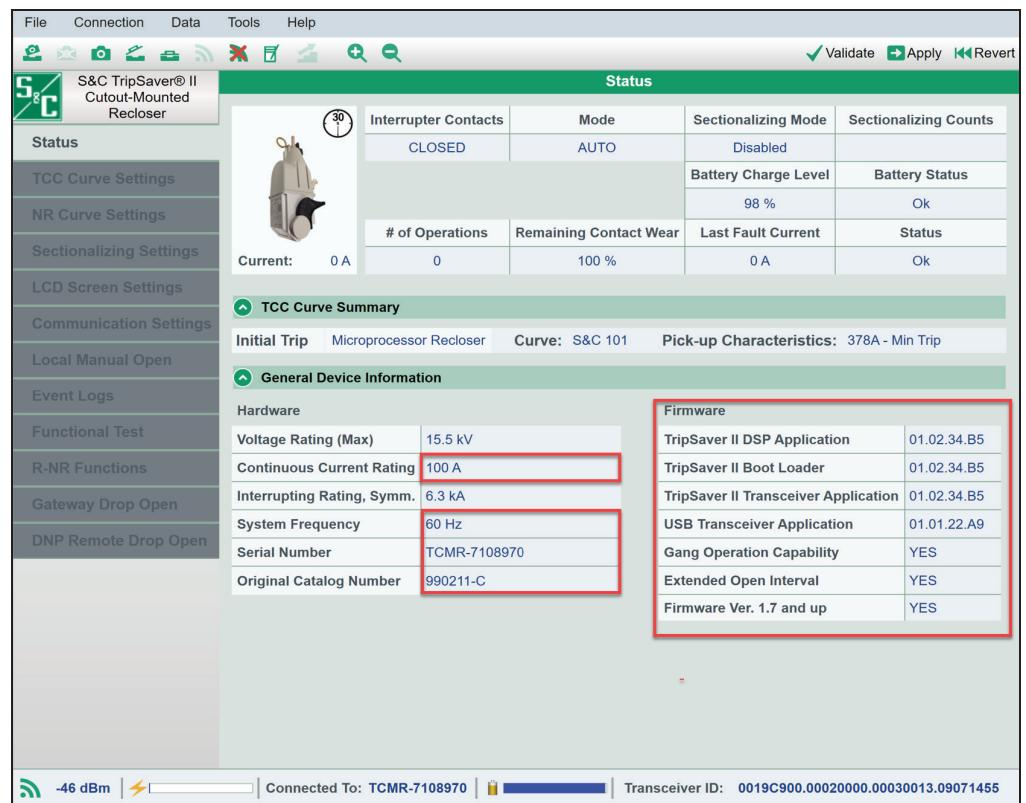

Figura 6. Tela de Status para verificação da última versão de firmware.
**PASSO 8.** Uma mensagem “Successo” é exibida após a conclusão da atualização de firmware feita com sucesso. Após a atualização, confira a tela *Status* para assegurar que o firmware foi aplicado corretamente. Ver Figura 6 na página 13.